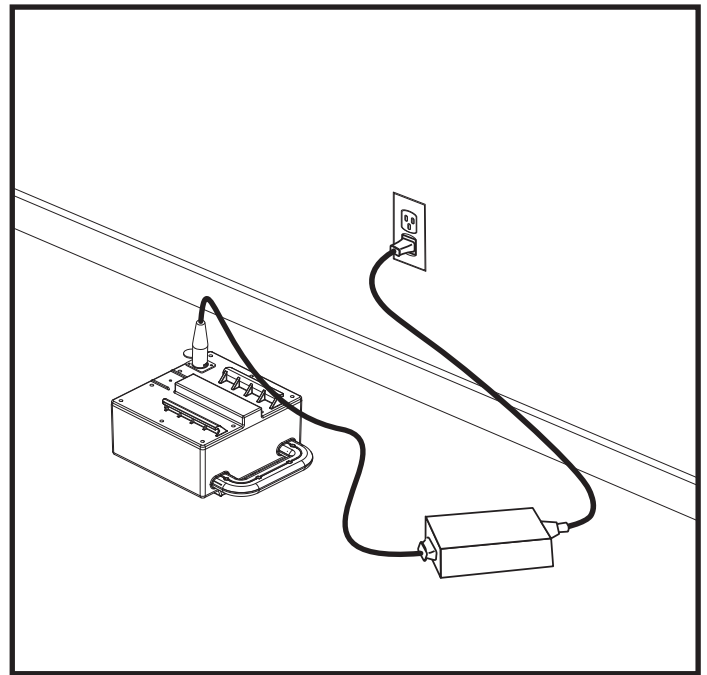

Figura 14. Carga de la batería con la caja de las baterías
3. Conecte el cargador externo al puerto del cargador de la caja de baterías. **Vea la figura 14.**